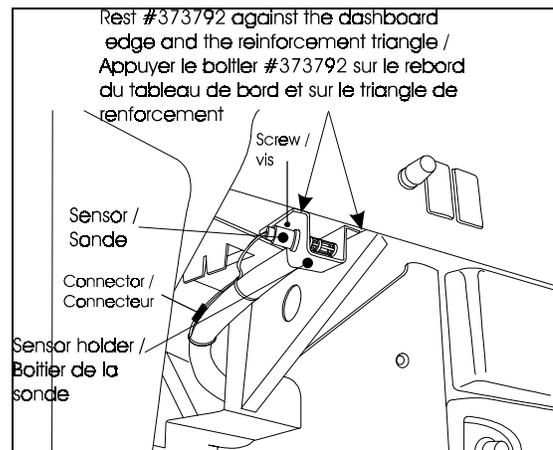

FIGURE 3 : VUE SOUS LE TABLEAU DE BORD 22205
6. Fixer le boîtier #373792 de la sonde sous le tableau de bord à l'aide de 2 vis #500638. Il est nécessaire d'effectuer un pré-perçage avec un foret $\varnothing 1/8"$. Voir la figure 3 pour le positionnement du boîtier.
8. Insérer la sonde #563063 dans le boîtier (figure 3).